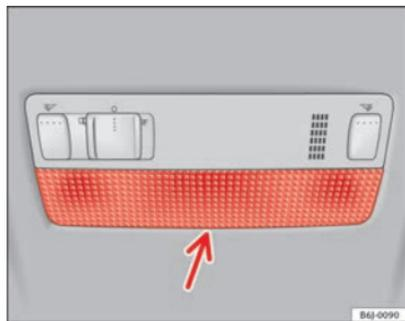

Fig. 165 Lampe de lecture avant
- Introduisez la partie plate d'un tournevis fin entre la carcasse et le verre ⇒ fig. 165.